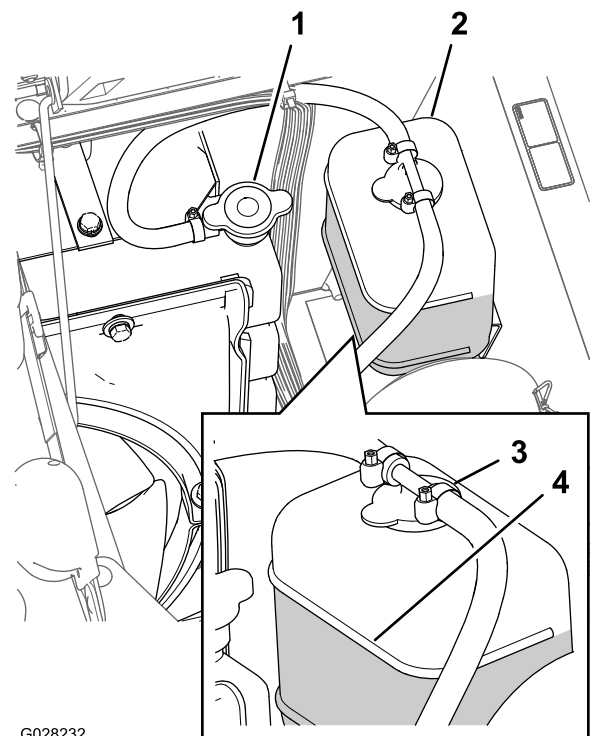

Figure 88
3. Retirez le bouchon du radiateur et le bouchon du vase d'expansion avec précaution (Figure 88).
Remarque: Le radiateur doit être rempli jusqu'en haut du goulot de remplissage et le vase d'expansion jusqu'au repère maximum (Figure 88).
5. Si le niveau de liquide de refroidissement est trop bas, enlevez le bouchon du vase d'expansion et le bouchon du radiateur. Remplissez le vase d'expansion jusqu'au repère maximum, et le radiateur jusqu'en haut du goulot de remplissage (Figure 88).
6. Remettez en place les bouchons du radiateur et du vase d'expansion (Figure 88).
2. Laissez refroidir le moteur puis retirez le bouchon du radiateur (Figure 88).
6. Retirez le bouchon de radiateur (Figure 88).
8. Démarrez le moteur en ayant serré légèrement le bouchon sur le radiateur (Figure 88).
10. Une fois le liquide de refroidissement chaud, faites l'appoint jusqu'à la surface d'étanchéité du bouchon et serrez ce dernier (Figure 88).
11. Ouvrez le bouchon du vase d'expansion et versez du liquide de refroidissement jusqu'au niveau à froid (Figure 88).